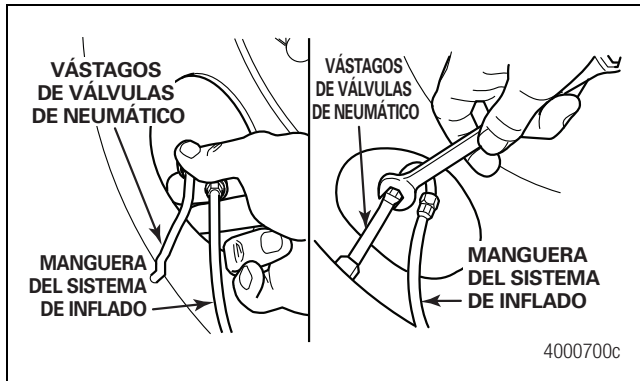

Figura 2.50
- Apriete manualmente las mangueras del sistema de inflado de neumáticos a los vástagos de válvula de los neumáticos. Después, con una llave de 7/16 de pulgada apriete las conexiones media vuelta adicional. Figura 2.50.